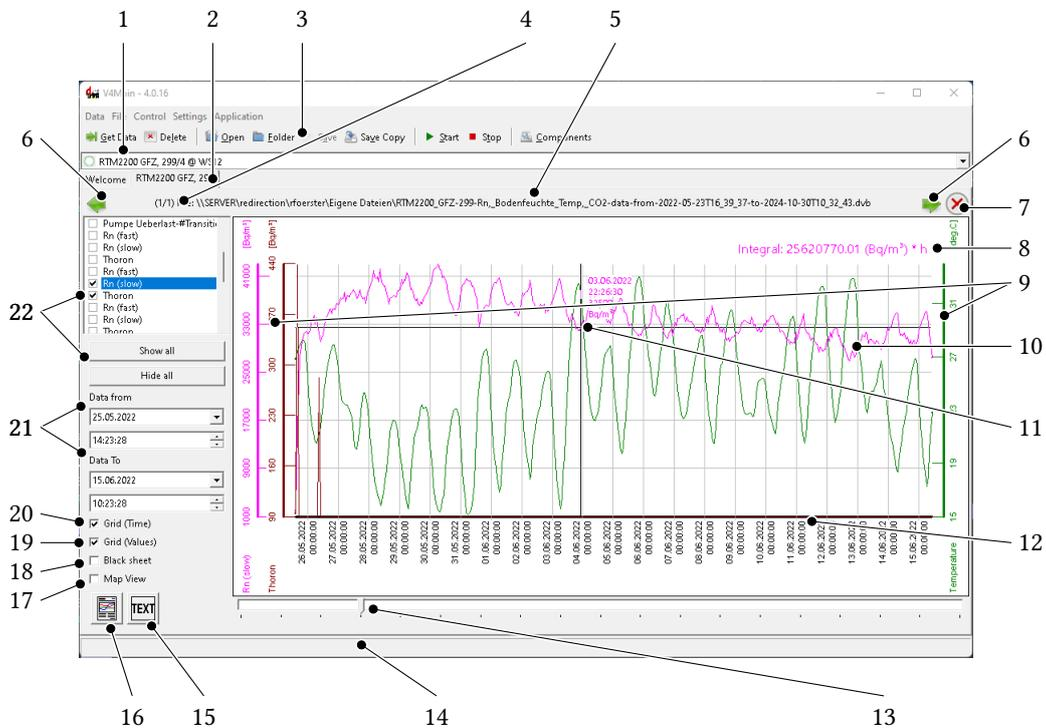

Abbildung 3.1: Bedien- und Anzeigeelemente im Hauptfenster
Abbildung 3.1 zeigt das Hauptfenster von *dVISION 4* mit den folgenden Bedien- und Anzeigeelementen:
In jedem Fall sorgt der *SARAD Registration Server Service* dafür, dass die Auswahlliste der verbundenen Geräte (1 in Abb. 3.1) automatisch aktuell gehalten wird. Sollte dies bei direkt über RS-232 angeschlossenen Geräten einmal nicht der Fall sein, dann können Sie aus dem kontextsensitiven Menü der Auswahlliste `Scan for local devices` auswählen und so den *SARAD Registration Server Service* anweisen, alle verfügbaren lokalen Schnittstellen nach angeschlossenen SARAD-Geräten zu durchsuchen. Das kontextsensitive Menü öffnet sich nach einem Rechtsklick in der Auswahlliste (vgl. Abb. 4.5).
dVISION 4 gestattet nur die folgenden elementaren Operationen, die den Zustand des Messinstruments ändern (vgl. 3 in Abb. 3.1):
In Abbildung 3.1 sind mit der 22 alle Bedienelemente markiert, die zur Auswahl der im Diagramm anzuzeigenden Parameter dienen. Die Listbox oben enthält alle vom Gerät generierten Datenreihen. Um eine Datenreihe im Diagramm darzustellen bzw. zu verbergen, muss das Häkchen in der Check-Box vor dem Namen der Datenreihe gesetzt bzw. gelöscht werden. Die beiden Schaltflächen darunter erleichtern dies, insbesondere dann, wenn die Liste der Messparameter sehr lang ist.
Voraussetzung für die Anzeige ist, dass für den Anzeigzeitraum (21 in Abb. 3.1) Daten dieser Messreihe verfügbar sind.
Mit einem einfachen Klick auf den Namen einer Datenreihe in der Liste wird diese für die Cursor- bzw. Exportfunktion selektiert (dunkel hinterlegt). Am Fadenkreuz des Cursors (11 in Abb. 3.1) erscheinen dann die Werte der gewählten Messreihe. Diese beziehen sich in beiden Achsen stets auf die Cursorposition unabhängig von der Messreihe. Das Gitternetz wird ebenfalls an der Y-Achse der gewählten Messreihe ausgerichtet.
In der untersten Zeile links kann die Berechnung des Integrals unter dem im aktuellen Diagramm sichtbaren Bereich der Kurve gefordert werden, das in Abbildung 3.1 an der mit 8 markierten Position dargestellt wird.
Zoom Out der Zeitachse	Rechtsklick auf 21 in Abb. 3.1, dann <input type="text" value="All data..."/>
Festlegen der Zeitachse	Editieren der Felder in 21 in Abb. 3.1
Die Messdateien bzw. die vom Messinstrument heruntergeladenen und noch nicht gespeicherten Messdaten werden von *dVISION 4* nach Messinstrument geordnet in einzelnen Reitern abgelegt (Markierung 2 in Abb. 3.1). In jedem Reiter können mehrere Messdateien geöffnet sein, zwischen denen Sie mit den  -Schaltflächen (6 in Abb. 3.1) wechseln können. Die Statuszeile zwischen diesen Schaltflächen zeigt den Dateinamen (Markierung 5) und davor die laufende Nummer (4) der geöffneten Datei an.
Mit der Schaltfläche  (Markierung 16 in Abb. 3.1) kann das Diagramm in der aktuell angezeigten Form gedruckt werden.
Mit einem Klick in die weiße Fläche unterhalb bzw. oberhalb des Diagramms können Sie dieses vorher noch um einen Titel bzw. eine Bildunterschrift ergänzen und mit den Schaltern 19 und 20 (Abb. 3.1) das Gitternetz anpassen.
Das Setzen des Häkchens in der Auswahlbox *Map View* (17 in Abb. 3.1) aktiviert ein zusätzliches Fenster mit der Darstellung des aktuell ausgewählten Parameters vor einem Kartenhintergrund. Diese Funktion setzt voraus, dass die Messdaten mit einem Gerät mit GPS-Funktionalität aufgezeichnet wurden.